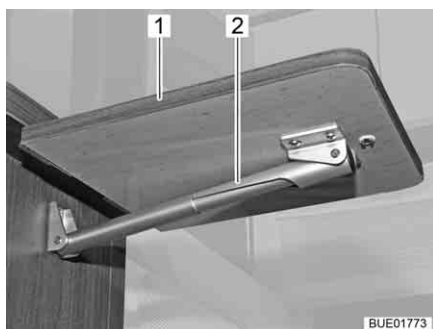

Fig. 74 Table pliante/surface de travail, dépliée
- Détacher la table pliante/surface de travail (Fig. 74,1) d'une légère traction de la fixation magnétique.
- Faire basculer le plateau de table vers le haut jusqu'à ce que la fixation du support télescopique (Fig. 74,2) ait prise.